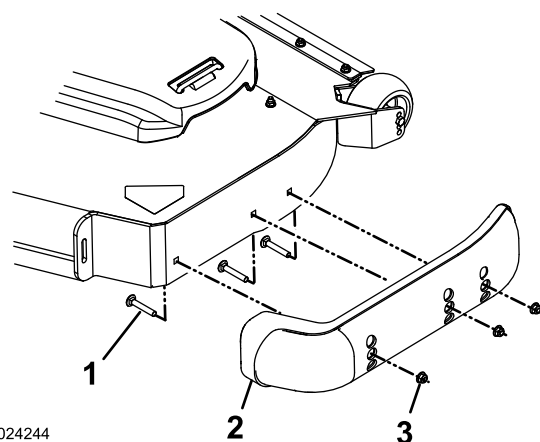

Figura 37
3. Togliete i bulloni a testa tonda e i dadi da ciascun pattino (Figura 37).